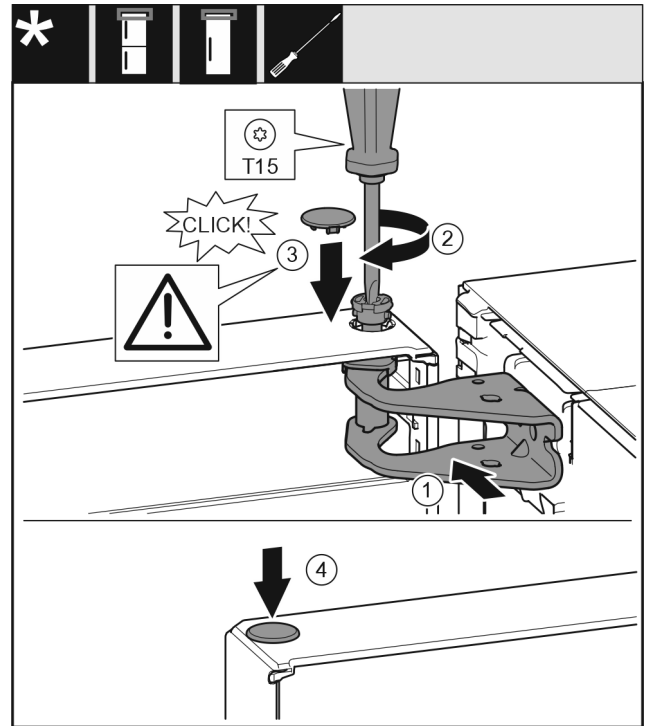

Fig. 20
- ▶ Ευθυγραμμίστε την πόρτα επάνω με το άνοιγμα στο στήριγμα. Fig. 20 (1)
- ▶ Τοποθετήστε τον πείρο και σφίξτε με κατσαβίδι T15. Fig. 20 (2)
- ▶ Τοποθετήστε το κάλυμμα ασφάλισης για την ασφάλιση της πόρτας: Τοποθετήστε το κάλυμμα ασφάλισης και ελέγξτε εάν εφαρμόζει στην πόρτα. Διαφορετικά, τοποθετήστε ολόκληρο τον πείρο. Fig. 20 (3)
- ▶ Τοποθετήστε την τάπα. Fig. 20 (4)